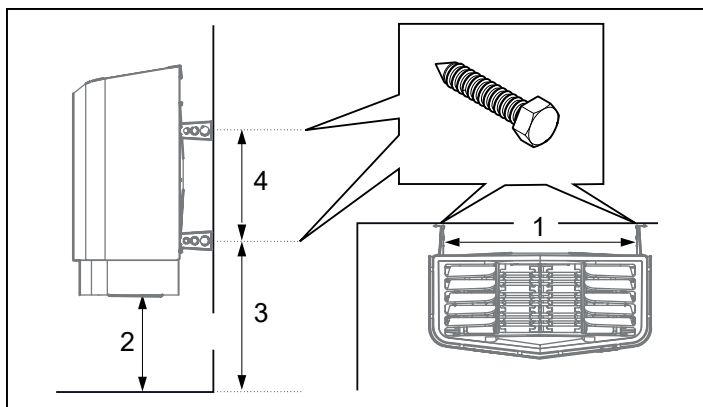

Fig 18: Måttättning
6. Placera konsolskruvarna enligt måtsättning se Fig 18.